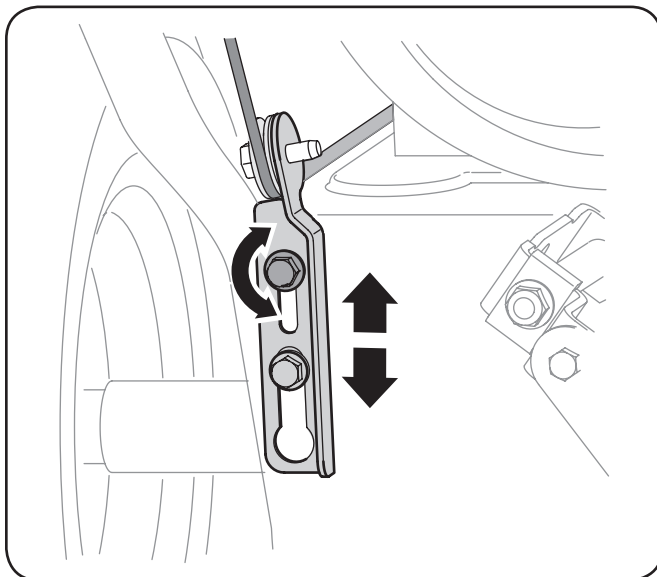

Figura 3-13
4. Deje la barrena engranada durante aproximadamente diez (10) segundos antes de soltar el control de la barrena. Repita esta operación varias veces.
7. Para volver a ajustar el cable de control, afloje el tornillo hexagonal superior en la ménsula del cable de la barrena. Consulte la Figura 3-13.